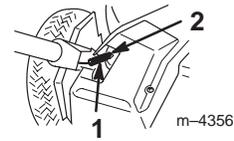

Figure 4
6. Accrocher le ressort du câble de traction au support de transmission, si ce n'est déjà fait (Fig. 4).